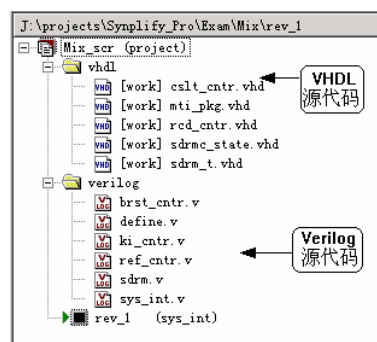

图 4-44 源代码按照 VHDL 和 Verilog 分类组织在工程中
- 单击 **OK** 按钮完成混合语言文件的添加，在 Synplify Pro 主界面可以看到源代码已经按照 VHDL 和 Verilog 分类组织在工程中，如图 4-44 所示。